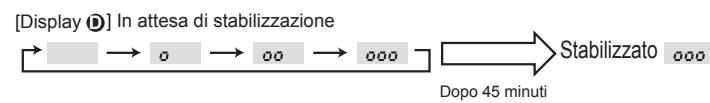

Fig. 8-3
- ③ Premere il tasto **[FILTER]** (tasto ↪) per confermare l'impostazione. (Fig. 8-3)